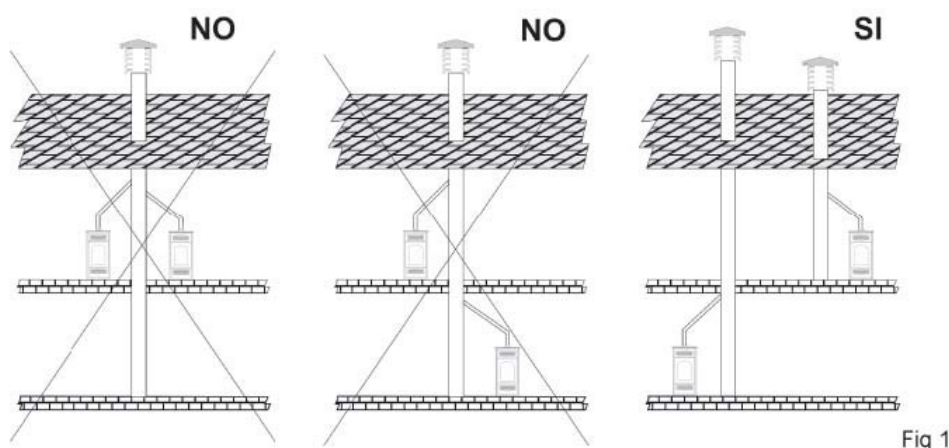

Fig 1
- Non deve essere collegata a nessun altro caminetto, stufa, caldaia, o cappa aspirante di nessun tipo (*fig. 1*).